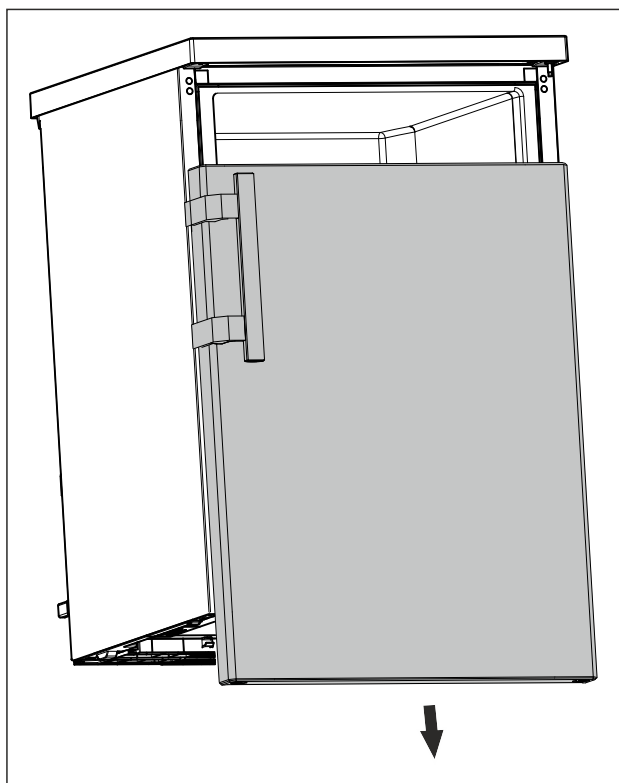

Fig. 9
- ▶ Stiahnite dvere nadol. (pozri Fig. 9)